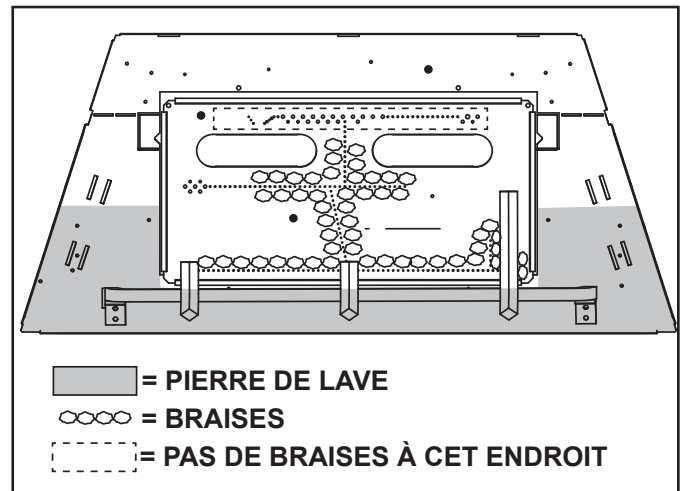

Figure 11.3 Disposition des braises
Voir la figure 11.3. Placez une petite quantité de braises de 13 mm (1/2 po) sur le dessus du brûleur. Prenez soin à ne pas couvrir les orifices du brûleur. Il n'est pas nécessaire d'utiliser le sac en entier. Conserver le reste pour un usage ultérieur.
- Placez les morceaux de braise Glowing Embers® de la taille d'un dix sous, immédiatement devant la rampe d'orifices, mais pas sur ou entre les orifices. Voir la figure 11.3. Faire attention de ne pas recouvrir les orifices. Le non-respect de ces instructions peut entraîner des problèmes d'allumage et de suie.